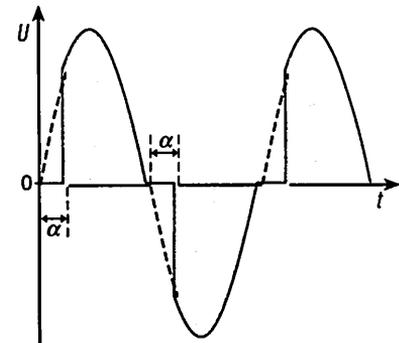

Fig. 16 : Selon l'angle d'amorçage α la tension augmente progressivement, à fréquence fixe.
b) Module de commande (fig. 16)